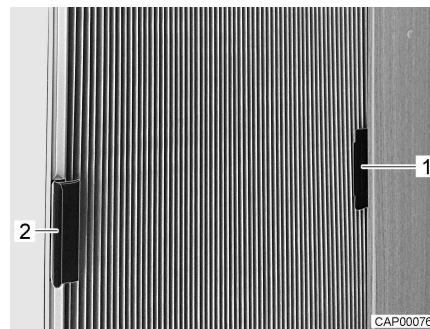

Fig. 25 Estor plegable para la luna lateral (cerrada)
- Tirar el asidero (Fig. 25,1) del respectivo estor plegable.
- Insertar el asidero (Fig. 25,1) del respectivo estor plegable en la pieza sobrepuesta (Fig. 25,2).